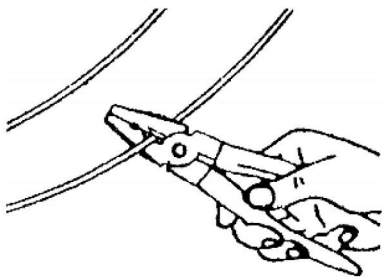

图 1-2-7 剪断电线
(2) 若一时找不到断开电源的开关,应迅速用绝缘的钢丝钳或断线钳剪断电线,以断开电源,如图 1-2-7 所示。